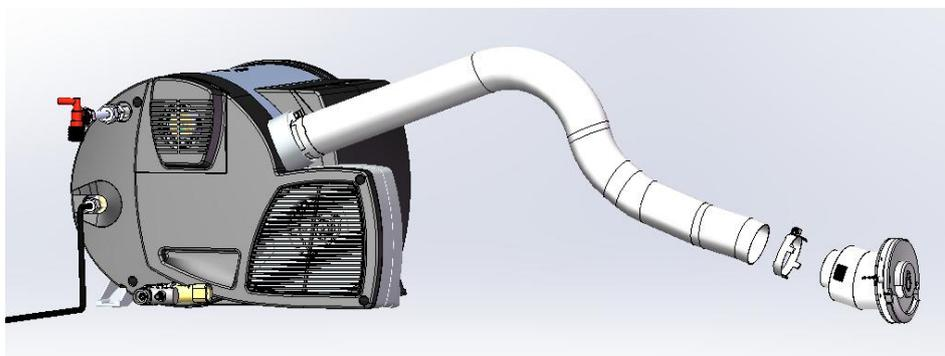

图 7
1. 排气管安装在进气管内，一端固定在主机排气口上，另一端固定在进排气口体上。如图 7。